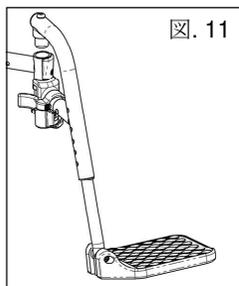
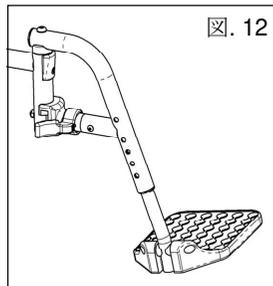

図. 11
図. 12
- a. フットレストがフレームの内側または外側を向くようにして、旋回式サドルをフロントフレームチューブのレシーバーに差し込みます (図11)。
- b. フットレストがラッチブロックの所定の位置に固定されるまでフレームと揃うように、フットレストを回転させます (図12)。
- フットレストがフレームの内側または外側を向くようにして、旋回式サドルをフロントフレームチューブのレシーバーに差し込みます。図11・図12と同様です。